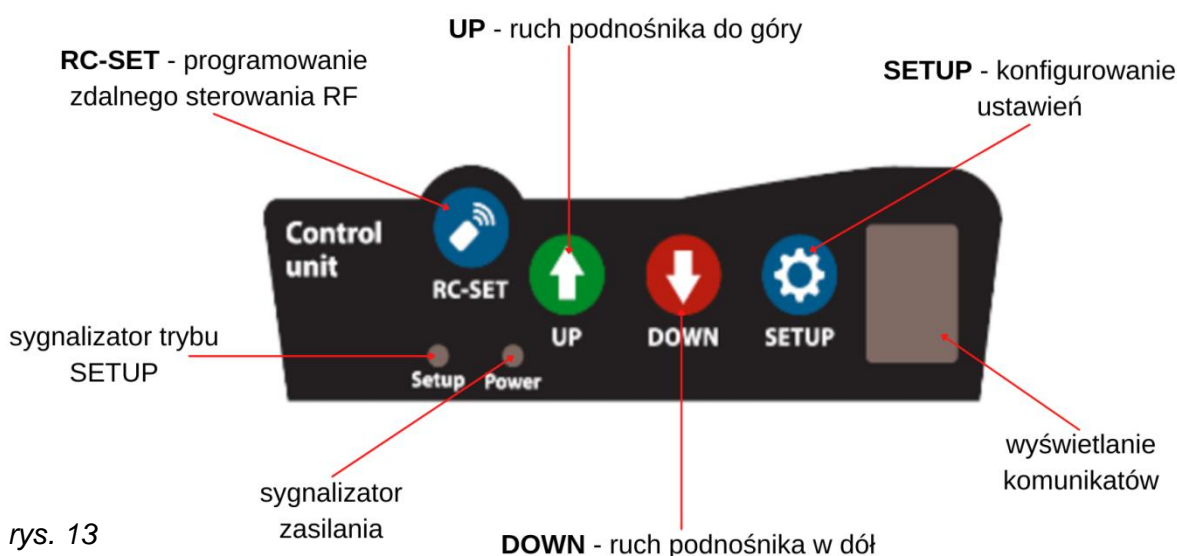

rys. 12
12. Przykręć uchwyt sterownika do ściany lub sufitu, w dogodnej odległości od podnośnika. Załóż sterownik na uchwyt (rys. 12) i dokręć śruby.